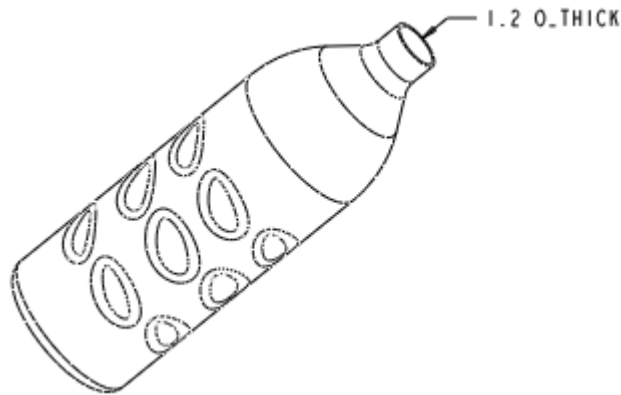

图 3-220
- (1) 单击特征工具栏中的，打开壳特征操控板。
- (2) 设定抽壳厚度为 1.2，选择瓶子上端口为移出曲面，完成的结果应如图 3-220 所示。